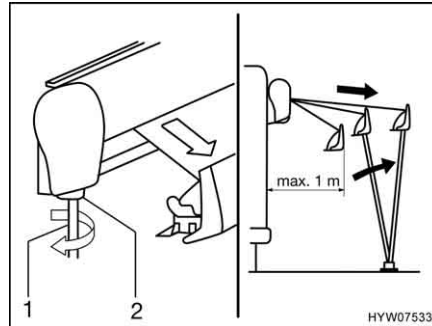

Fig. 14 Estrazione della tenda
- Inserire la manovella (Fig. 14,1) nel supporto a baionetta (Fig. 14,2) della tenda e girarla in senso antiorario. La tenda si apre dopo un paio di rotazioni.